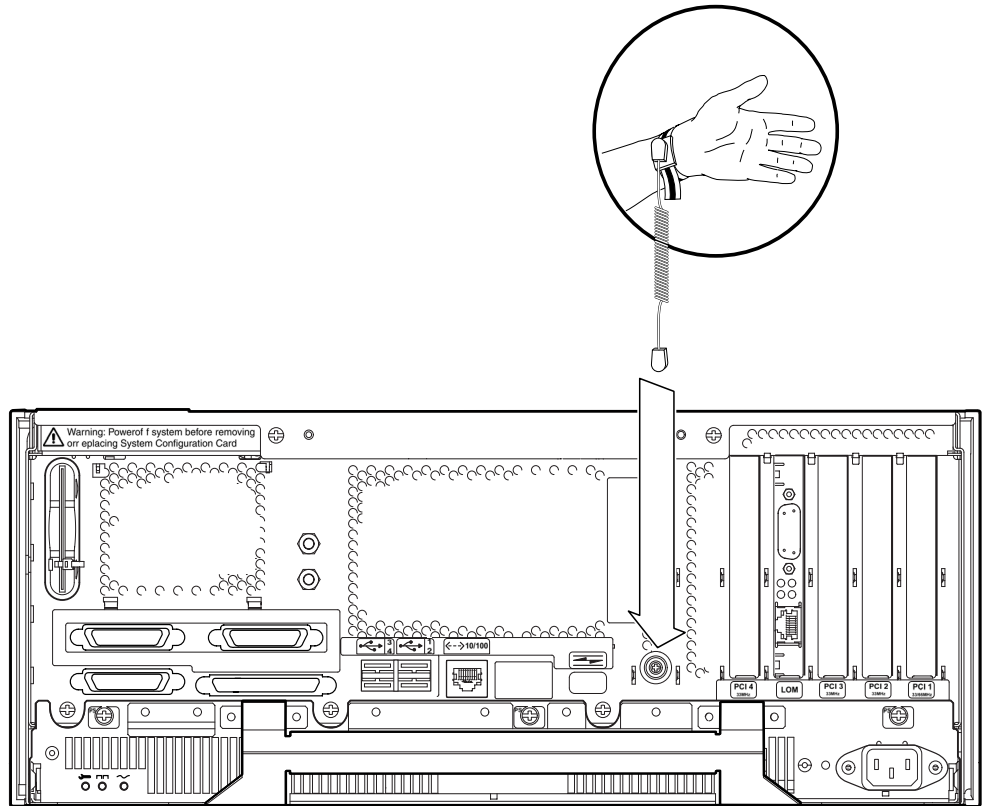
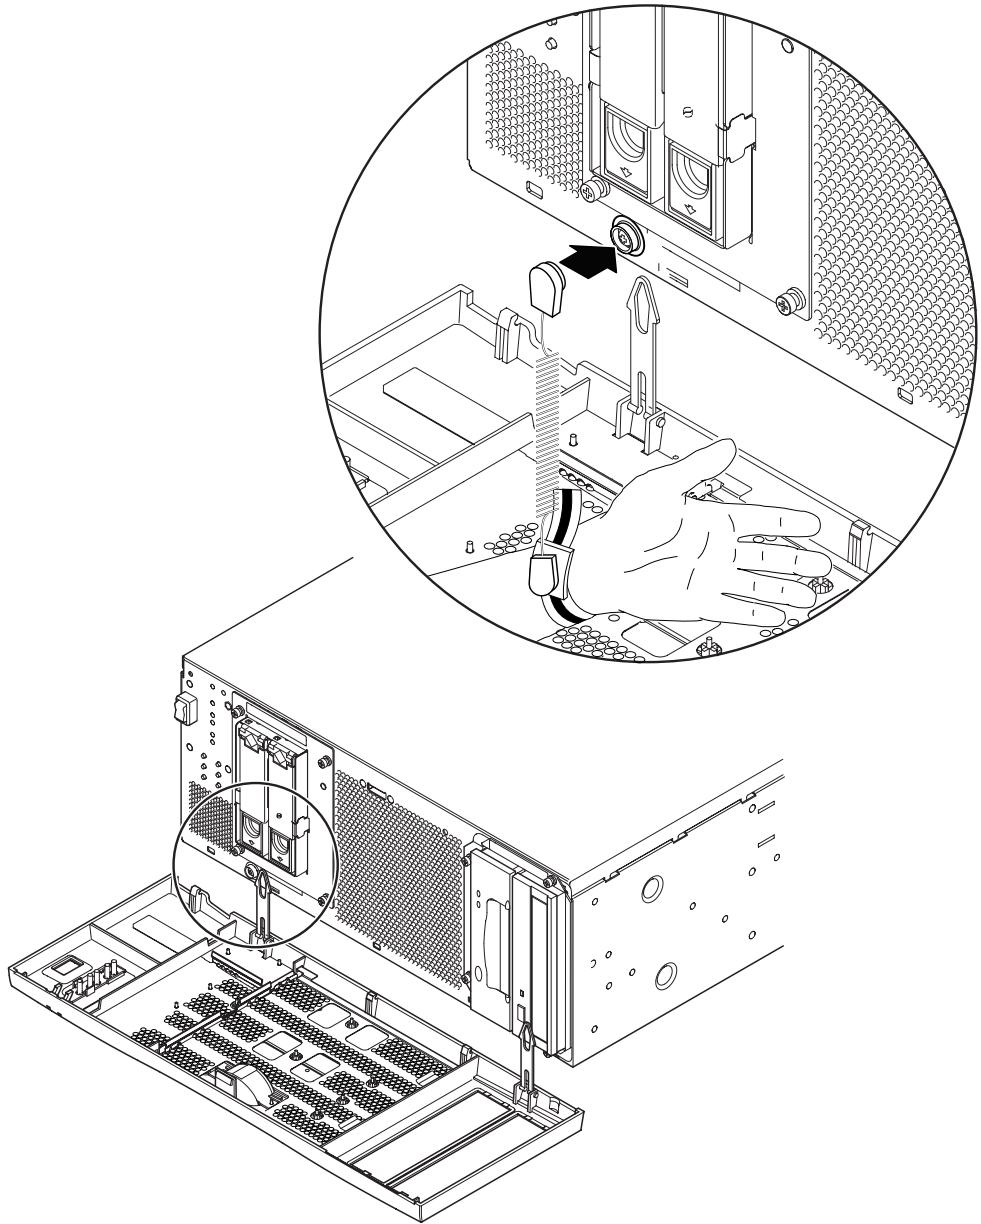

FIGURE 7-7 Fixation du bracelet antistatique à l'arrière du châssis
FIGURE 7-8 Fixation du bracelet antistatique à l'avant du châssis
- Pour relier le bracelet antistatique au châssis, procédez comme indiqué à la FIGURE 7-7 ou à la FIGURE 7-8.